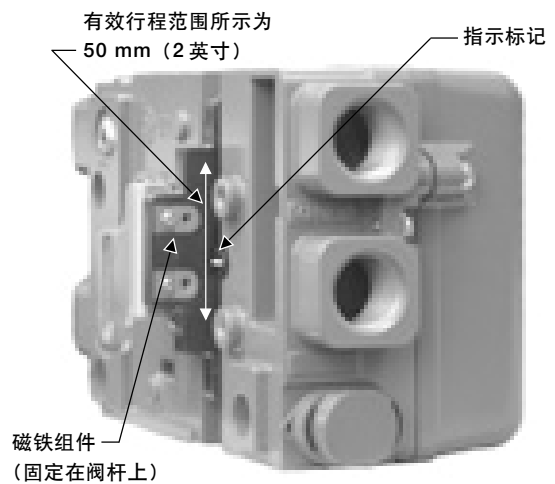

图 2-2. 行程范围
直行程磁铁有一个有效的行程范围，用压铸在磁铁条上面的箭头表示，也就是说当阀门在全行程范围内动作时，霍尔效应管（在 DVC2000 的壳体背部）必须始终保持在这个有效行程范围内。见图 2-2。
8. 检查磁铁组件同 DVC2000 反馈槽之间的间隙。在阀门的整个行程中，DVC2000 壳体上的反馈槽上的刻度标记都应指在磁铁组件上的有效范围内。见图 2-2。
10. 检查磁铁组件同 DVC2000 反馈槽之间的间隙。在阀门的整个行程中，DVC2000 壳体上的反馈槽上的刻度标记都应指在磁铁组件上的有效范围内。见图 2-2。
8. 检查磁铁组件同 DVC2000 反馈槽之间的间隙。在阀门的整个行程中，定位器背面的反馈槽上的刻度标记都应指在磁铁组件上的有效范围内。见图 2-2。